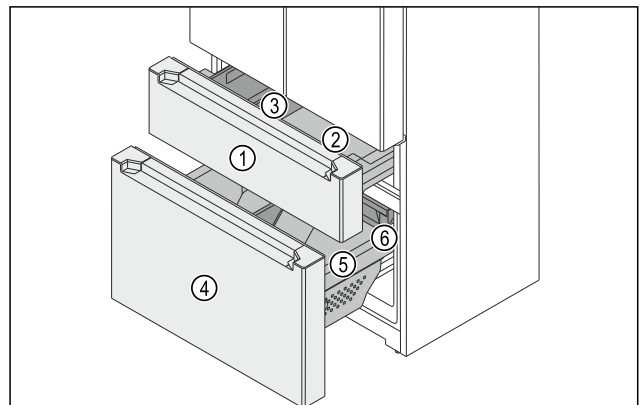

Fig. 149 Auszugswagen Gefrierteil
(1) Oberer Auszugswagen (4) Unterer Auszugswagen
- (2) Behälter
(3) FlexBox
- (5) Behälter
(6) Schubfach
Das Gefrierteil besteht aus zwei Auszugswägen. Im oberen Auszugswagen *Fig. 149 (1)* sind ein Behälter *Fig. 149 (2)* und eine FlexBox *Fig. 149 (3)*. Im unteren Auszugswagen *Fig. 149 (4)* sind ein großer Behälter *Fig. 149 (5)* und ein Schubfach *Fig. 149 (6)*. Sie können die Behälter im oberen und unteren Auszugswagen zur Reinigung entnehmen.